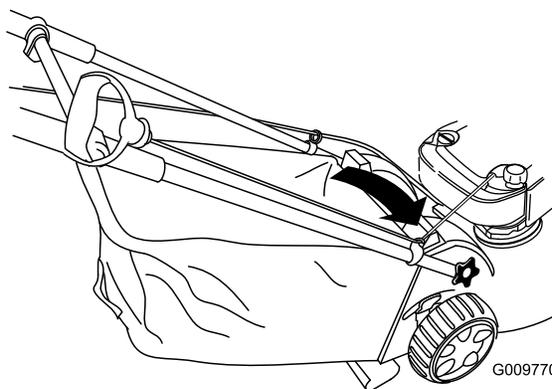

Bild 32
1. Verlegen Sie das Starterkabel um die obere Kabelführung (Bild 32).